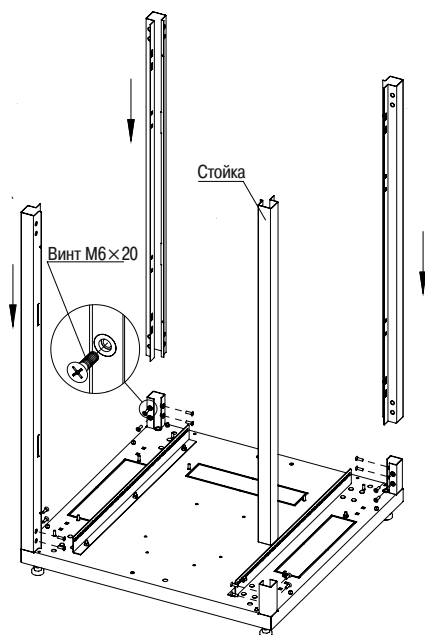

Рисунок 3 – Установка стоек
3.1.3 Извлеките из четвертого места стойки. Вставьте стойки в основание с опорами и закрепите винтами M6×20 с потайной головкой (рисунок 3).